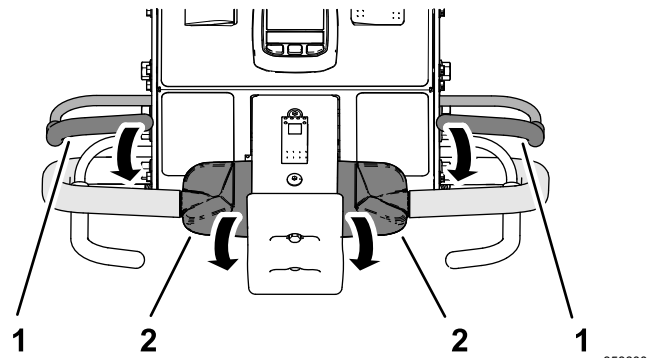

图 33
2. 抓住手把的任一操作员到位把手并向前旋转牵引控制装置的顶部 图 33。